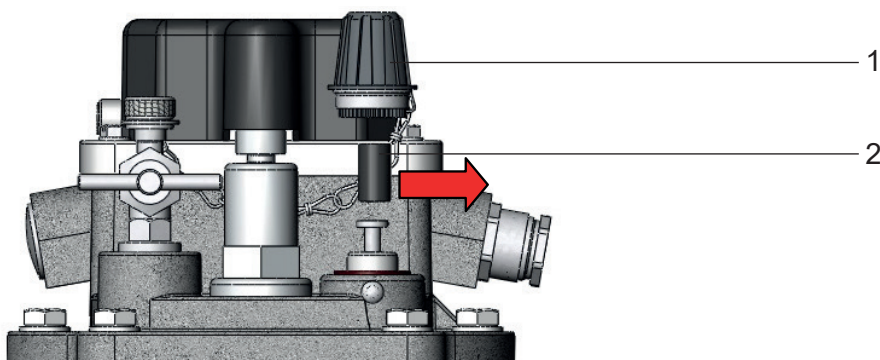

Figura 3 - Retiro del seguro de transporte
- Desatornille la tuerca de sombrerete grande (Figura 3/ No. 1)
- Saque el seguro de transporte (Figura 3/ No. 2) desde la tuerca de sombrerete grande